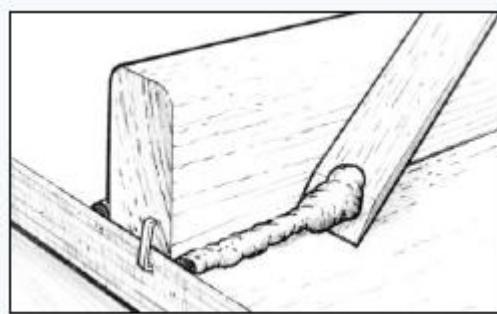

Рис.12. Удалите или отформуйте излишки материала, выступающего из пазов.
4. Удалите или отформуйте излишки, выданные из стыка сразу после того, как детали будут зафиксированы зажимами. Идеальный инструмент для этого – это палочка для смешивания WEST SYSTEM 804, один из концов которой заточен подобно лезвию стамески (*Рисунок 12*). Перед снятием зажимов убедитесь в том, что материал застыл.